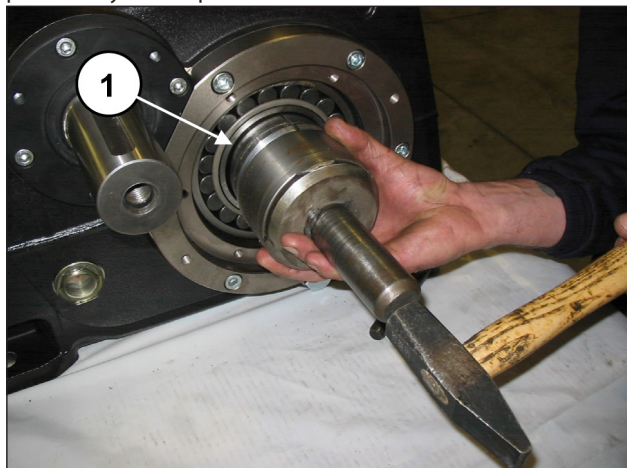
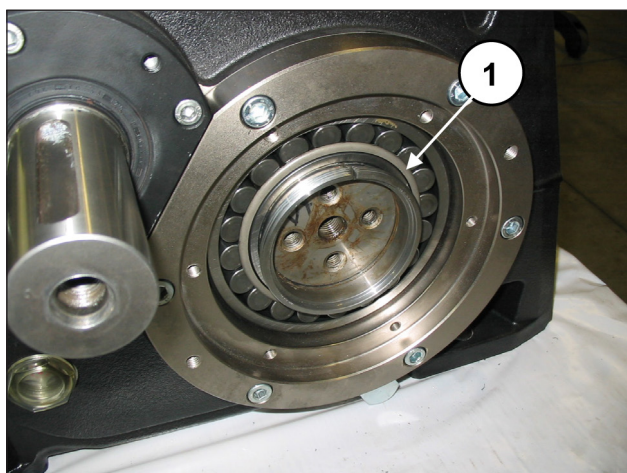

Fig. 77
Fig. 78
Introducir a fondo el casquillo de presión en el eje acodado (pos. ①, Fig. 77 y Fig. 78) utilizando una herramienta de percusión y un tampón.